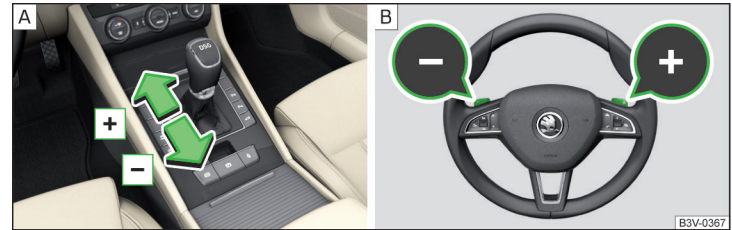

Abb. 160 Wählhebel / Multifunktionslenkrad
- Zum **Hochschalten** den Wählhebel nach vorn  tippen oder die Schaltwippe  kurz zum Lenkrad ziehen » Abb. 160.
- Zum **Herunterschalten** den Wählhebel nach hinten  tippen oder die Schaltwippe  kurz zum Lenkrad ziehen » Abb. 160.
- Zum **Umschalten** eine der Schaltwippen /  kurz zum Lenkrad ziehen » Abb. 160.